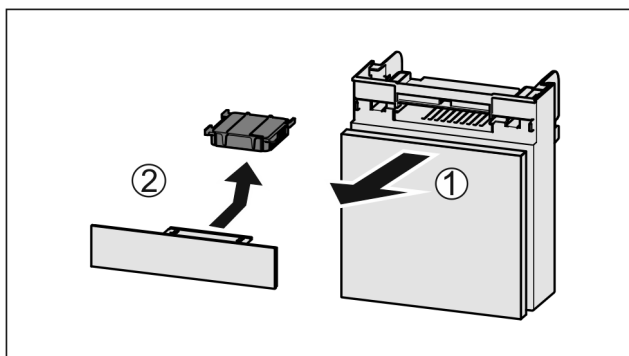

Fig. 134
- Træk rummet fremad Fig. 134 (1).
- Tag aktivkulfilteret Fig. 134 (2) ud.